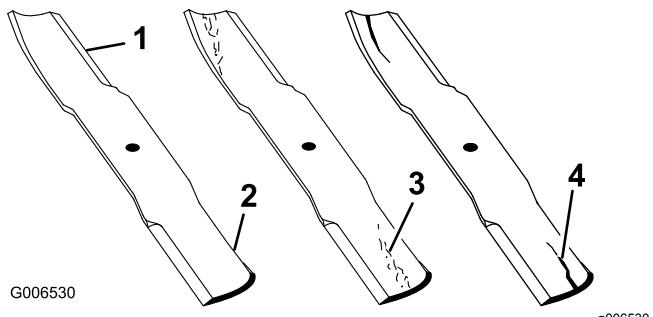

Figura 32
2. Examine cuidadosamente as extremidades da lâmina, prestando especial atenção à zona onde se encontram as partes curvas e planas da lâmina (Figura 32). Verifique o estado da lâmina antes da operação de corte, pois a areia e outros materiais abrasivos podem ter desgastado o metal que liga as partes curva e plana da lâmina. Se der conta de desgaste (Figura 32), substitua a lâmina; consulte Desmontagem e montagem da lâmina\(s\) \(página 22\).
**Se a lâmina continuar a sofrer este tipo de desgaste irá formar-se uma ranhura entre a aba e a parte plana da lâmina (Figura 32). Eventualmente, pode soltar-se algum pedaço da lâmina e projetar-se, ferindo-o a si ou a qualquer pessoa próxima.**